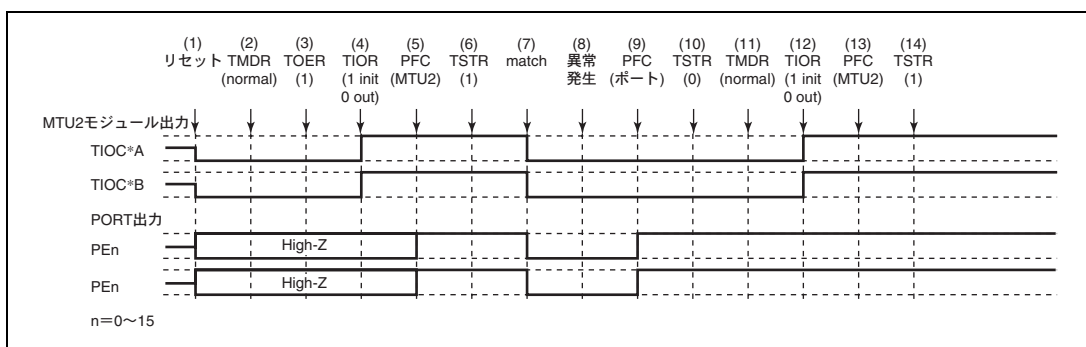

図 27.115 ノーマルモードで異常が発生し、ノーマルモードで復帰する場合
ノーマルモードで異常が発生し、再設定後ノーマルモードで再スタートする場合の説明図を図 27.115 に示します。
(1) ~ (10) は図 27.115 と共通です。
(11) PWM モード 1 を設定します。
(12) TIOR で端子を初期化してください (PWM モード 1 では TIOC*B 側は初期化されません。初期化したい場合はノーマルモードで初期化した後、PWM モード 1 に遷移してください)。
(13) 汎用入出力ポートで本モジュール出力としてください。
(14) TSTR で再スタートします。
(11) PWM モード 2 を設定します。
(12) TIOR で端子を初期化してください (PWM モード 2 では周期レジスタの端子は初期化されません。初期化したい場合にはノーマルモードで初期化した後 PWM モード 2 に遷移してください)。
- (1) ~ (10) は図 27.115 と共通です。
- (11) 位相計数モードを設定します。
- (12) TIOR で端子を初期化してください。
- (13) 汎用入出力ポートで本モジュール出力としてください。
- (14) TSTR で再スタートします。
(11) TIOR でノーマルモードの波形生成部を初期化してください。
(12) TIOR でノーマルモードの波形生成部の動作を禁止してください。
(13) TOER でチャンネル 3、4 の出力を禁止してください。
(14) TOCR で相補 PWM の出力レベルと周期出力の許可禁止を選択してください。
(15) 相補 PWM を設定します。
(16) TOER でチャンネル 3、4 の出力を許可してください。
(17) 汎用入出力ポートで本モジュール出力としてください。
(18) TSTR で再スタートします。
- (1) ~ (13) は図 27.115 と共通です。
- (14) TOCR でリセット同期 PWM の出力レベルと周期出力の許可禁止を選択してください。
- (15) リセット同期 PWM を設定します。
- (16) TOER でチャンネル 3、4 の出力を許可してください。
- (17) 汎用入力ポートで本モジュール出力としてください。
- (18) TSTR で再スタートします。